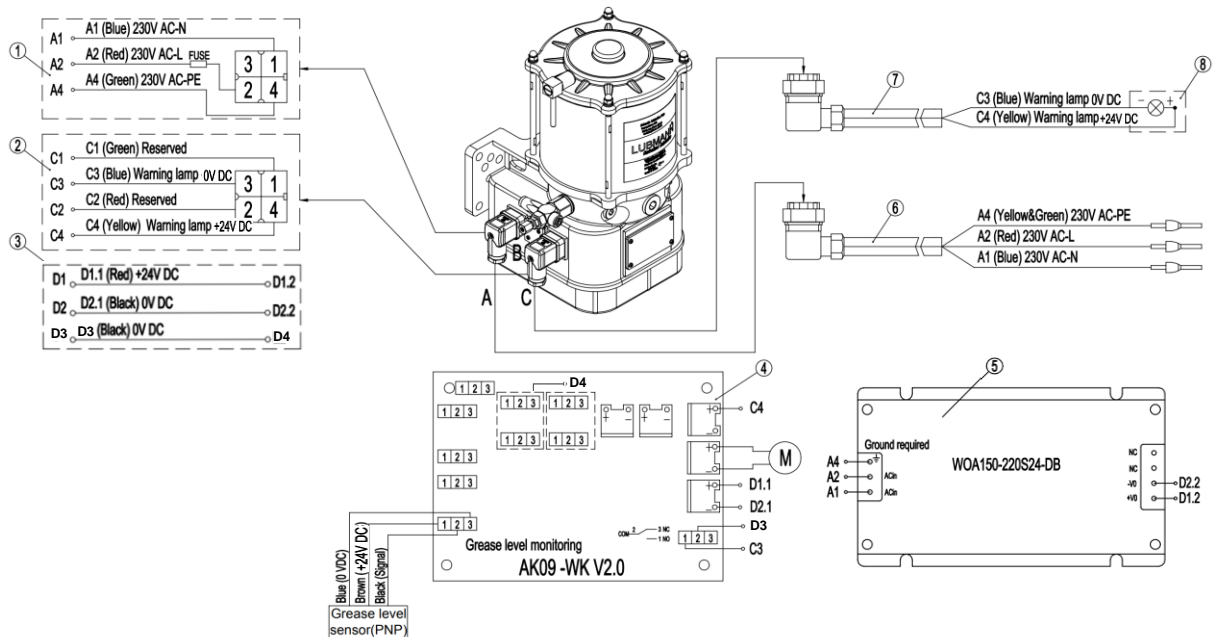

Abb. 27.1 Steckerbelegung für ALPB-HSC-AC ohne Steuergerät
* In Abb. 27.1, wird die Steckerbelegung für die Signalleuchte mit Art. Nr. 3030102930 abgebildet.